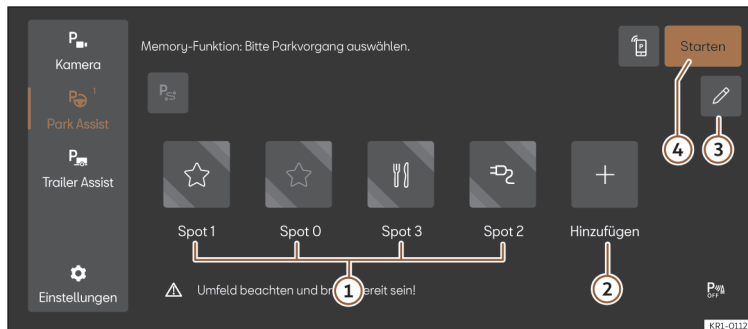

Abb. 142 Schematische Darstellung: Menü des Parksystems mit Memory-Funktion.
4. Wählen Sie die Funktionsfläche, weisen Sie das gewünschte Symbol (>>> **(Abb. 142)** ) zu und bestätigen Sie es.
2. Tippen Sie ggf. auf das Symbol des verfügbaren Parkplatzes im Menü des Parksystems >>> (Abb. 142) ①. Die Funktionsfläche wird kupferfarben angezeigt.
3. Drücken Sie die Taste **Starten** >>> (Abb. 142) ④.